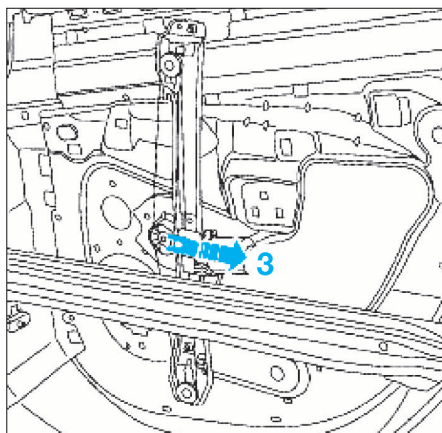

FIG. 85
- Déposer le lècheur intérieur (2).
- Déposer l'agrafe de vitre coulissante (3) (Fig.85).